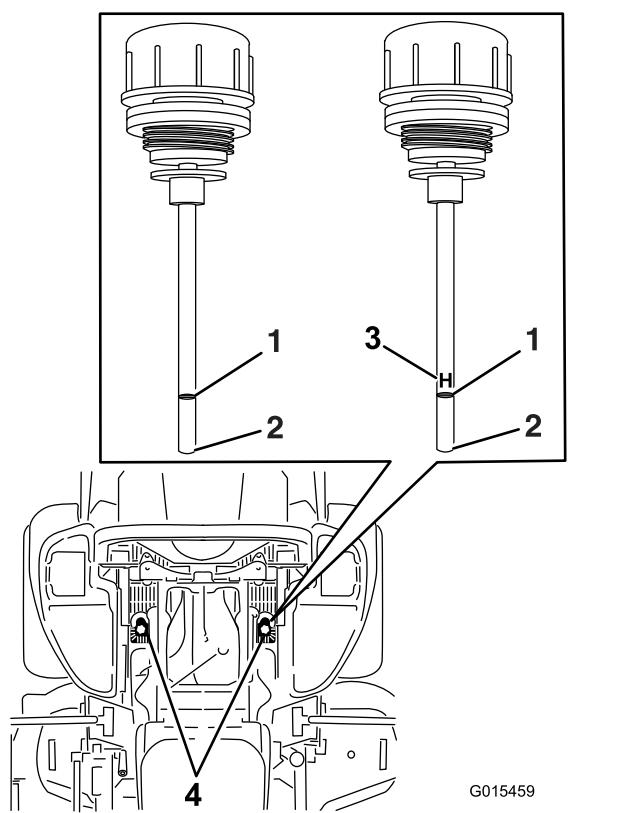

Figura 92
6. Pulite l'area attorno alle aste di livello dei serbatoi dell'impianto idraulico (Figura 92).
7. Togliete un'asta di livello dal serbatoio idraulico (Figura 92).
9. Togliete l'asta e controllate l'estremità (Figura 92).